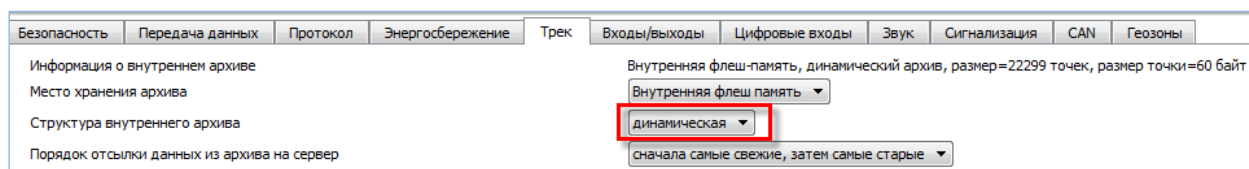

Рисунок 9. Настройка структуры архива
2. Перейдите на вкладку «Настройки» -> «Трек» и в поле «Структура внутреннего архива» выберите «Динамическая» (Рис. 9).